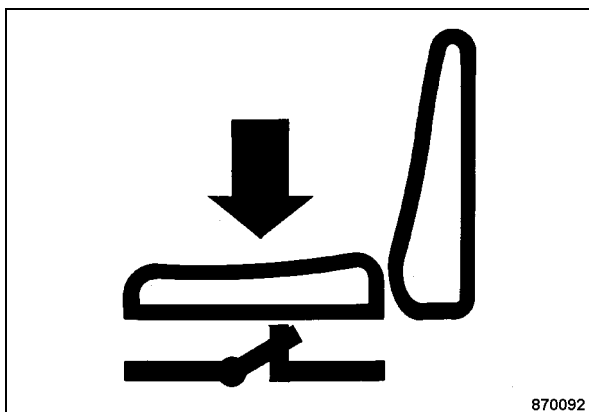

Fig. 31
- Avviare il motore sempre dal sedile di guida con interruttore di contatto sedile (Fig. 31).